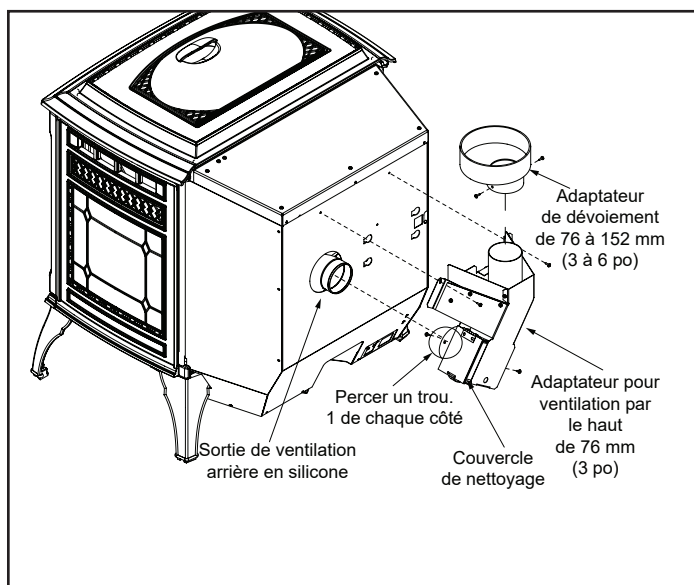

Figure 21.1
1. Appliquez une couche de silicone haute température sur la sortie de ventilation de 76 mm (3 po). Ne mettez pas de silicone à l'intérieur du tuyau (**Figure 21.1**).
2. Faites glisser l'adaptateur pour ventilation par le haut sur la sortie de ventilation arrière et ajustez l'assemblage en position verticale, jusqu'à ce que le dessus de la sortie de conduit de cheminée soit centré et parfaitement horizontal (**Figure 21.1**).